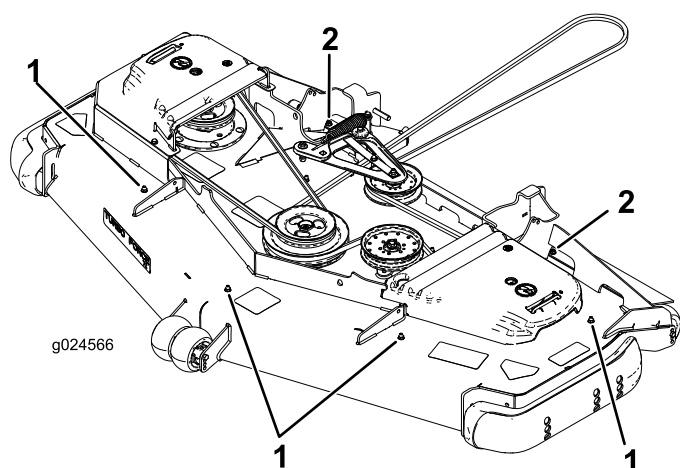

Figure 2
- Sur les plateaux de 183 cm, retirez les 4 vis à tête hexagonale creuse (5/16-18 x 3/4 po), les écrous à embase qui occupent les trous de montage dans le plateau et la fixation du flap du pneu intérieur de chaque côté (Figure 2).